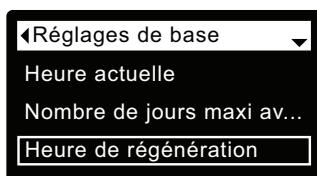

FIG. 50
3. Appuyez sur le SÉLECTEUR (O) pour afficher le menu des réglages de base (cf. Figure 50).
7. Appuyez sur le SÉLECTEUR (O) : l'afficheur revient au menu des réglages de base (Figure 50).